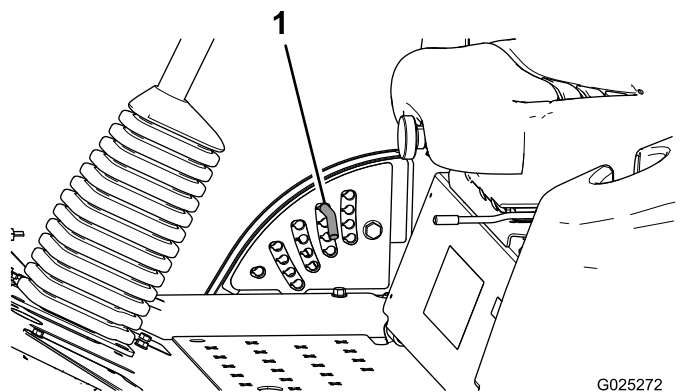

Рисунок 7
2. Поверните стопорный штифт так, чтобы его выступы совпали с прорезями в отверстиях кронштейна высоты скашивания, и извлеките штифт (Рисунок 7).
нажимая на него, поверните до фиксации в отверстии (Рисунок 7).
Примечание: В кронштейне есть четыре ряда отверстий (Рисунок 7). Верхний ряд обеспечивает высоту скашивания, указанную над штифтом. Второй ряд обеспечивает указанную высоту скашивания плюс 6 мм. Третий ряд обеспечивает указанную высоту скашивания плюс 12 мм. Нижний ряд обеспечивает указанную высоту скашивания, плюс 18 мм. Для положения 127 мм есть только одно отверстие, расположенное во втором ряду. Это положение соответствует высоте скашивания 127 мм, и 6 мм к нему не добавляется.